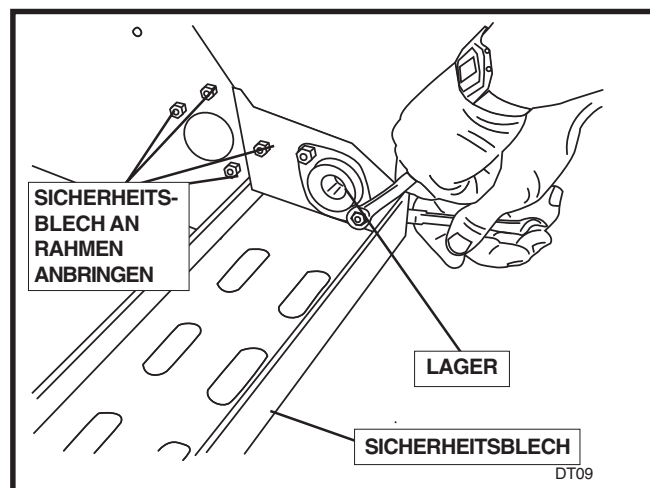

ABBILDUNG 1
9. Bringen Sie das Sicherheitsblech so an, dass die Schraublöcher mit denen des Hauptrahmens fluchten. Siehe Abbildung 1.
10. Bringen Sie die Lager auf der Innenseite des Sicherheitsblechs an. Dabei Befestigungen NICHT FEST anziehen, nur leicht anschrauben! Siehe Abbildung 1.